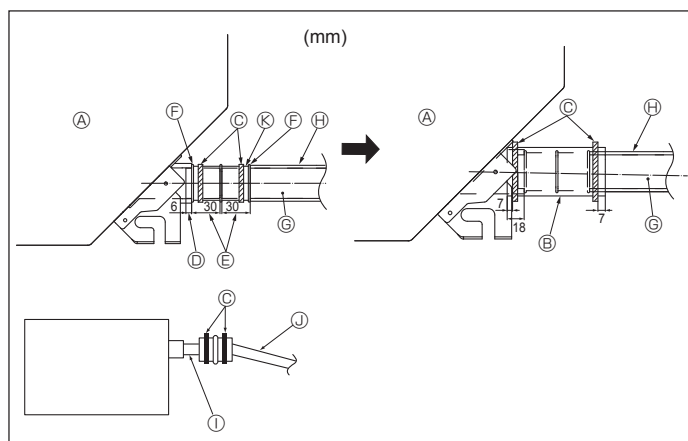

Fig. 4-5
1. Die Abfallmuffe (mit der Anlage geliefert) an den Drainageauslaß anschließen. (Fig. 4-5) (Das Rohr mit PVC-Kleber ankleben und dann mit einem Band sichern.)